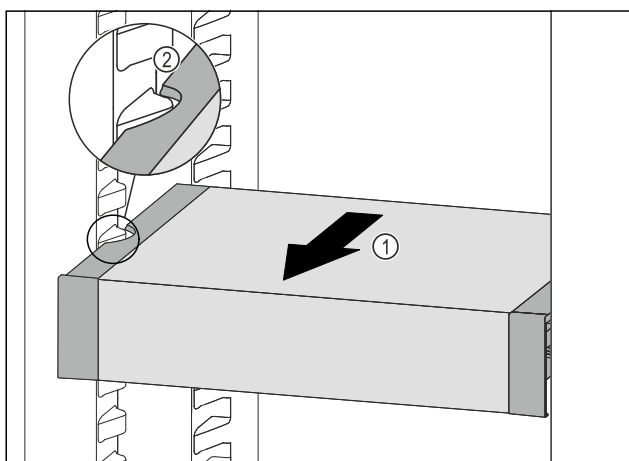

Fig. 138
- ▶ Trekk VarioSafe forover Fig. 138 (1), til utsparingene på sidene av VarioSafe er på nivå med rillene i kjøleskapet. Fig. 138 (2)